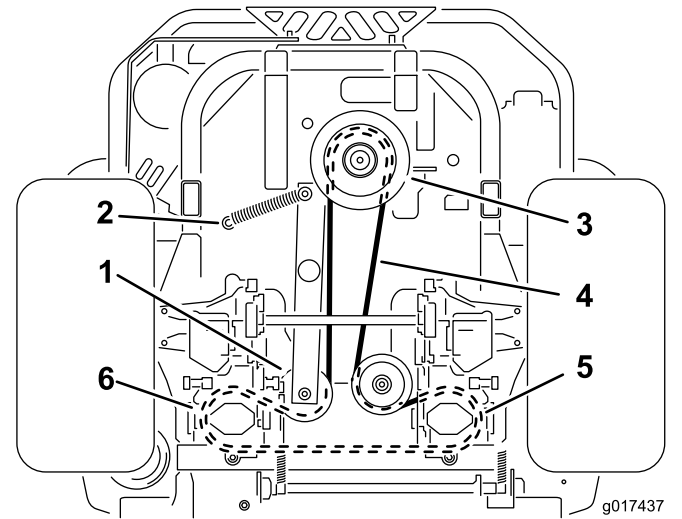

Figura 60
4. Levante la máquina y apóyela sobre gatos fijos (Figura 60).
6. Retire el muelle tensor del espárrago (Figura 60).